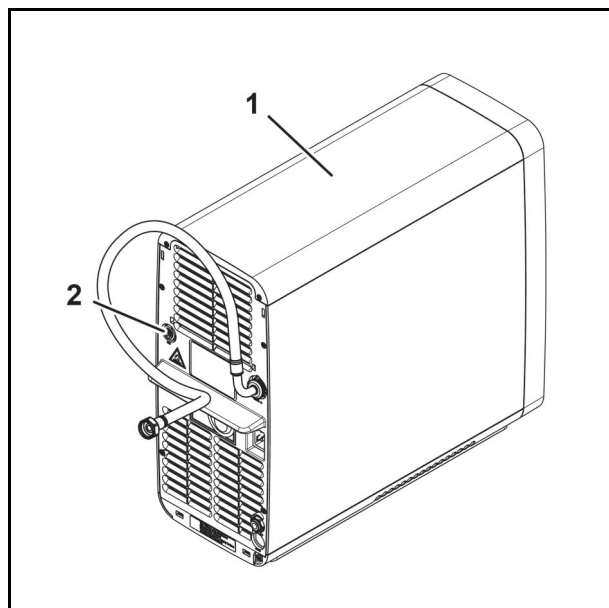

Abb. 18
1. Trennen Sie die externe CO2-Versorgung vom Anschluss für die externe CO2-Versorgung (Abb. 18/2) am Untertischgerät (Abb. 18/1).